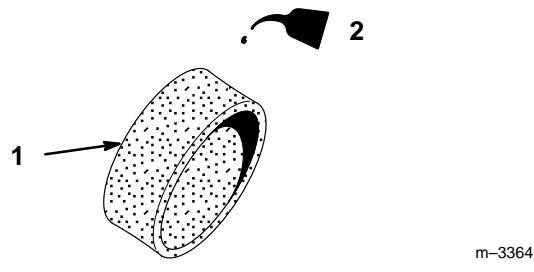

Abbildung 28
3. Das Schaumelement mit sauberem Motoröl tränken (Abb. 28), überschüssiges Öl herausdrücken, dann das Element in einen sauberen Lappen wickeln und so trocken wie möglich drücken. Darauf achten, daß das Element dabei nicht eingerissen wird.